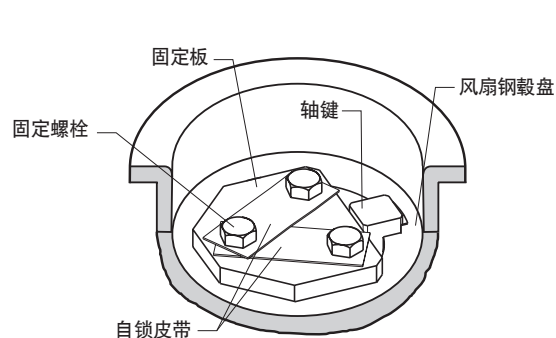

图 1 固定螺栓部件
4. 图 1 对适当的固位板和金属器件安装进行了说明。固位板旨在为风扇轴键留出空隙，当正确安装后，固位板不会延伸或以任何方式对轴键产生干扰。将固位螺栓扭紧至 70 ft·lbf (95 N·m)，然后卷起锁带，防止螺栓松动。